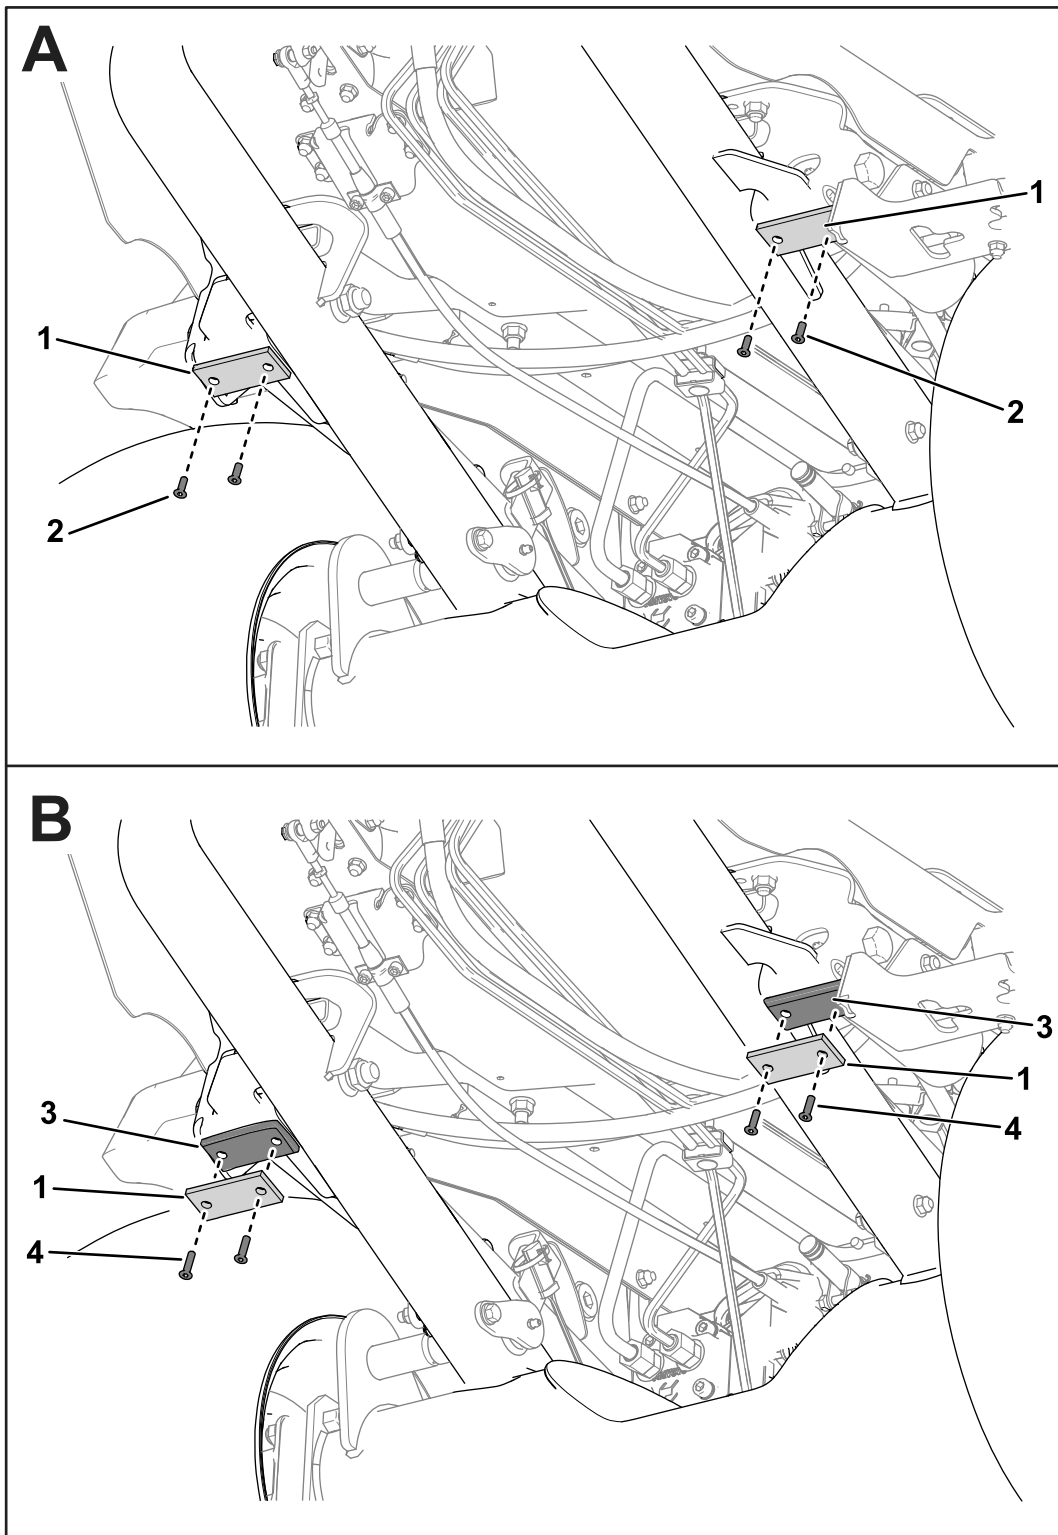

Figura 17
1. Debajo del chasis delantero, retire los tornillos existentes (¼") y los bloques de goma del chasis (Figura 17).
2. Utilice los tornillos nuevos (¼" x 1¼") para fijar los espaciadores y los bloques de goma al chasis (Figura 17).